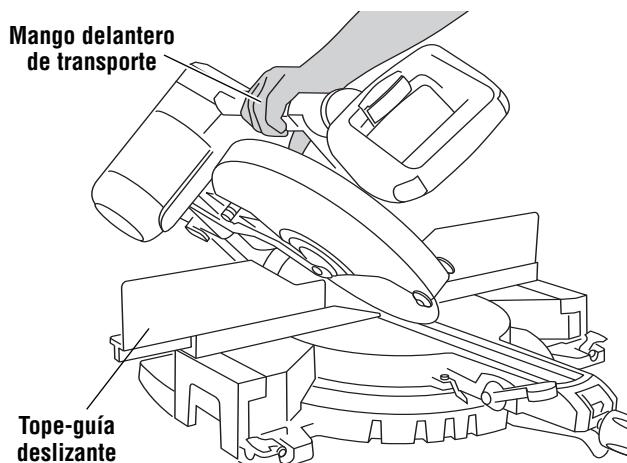

Figura 2.
- a. Extienda el tope-guía deslizante izquierdo para que sobresalga del ensamblaje de la sierra y fíjelo de nuevo (Figura 2).
- a. Extienda el tope-guía deslizante derecho para que sobresalga del ensamblaje de la sierra y fíjelo de nuevo (Figura 2).
- c. Sitúese en el lado derecho de la sierra, agarre el mango delantero de transporte con la mano derecha e incline el cabezal de la sierra ligeramente hacia la izquierda, a la vez que gira la perilla selectora de intervalo de biseles con la mano izquierda hasta "0-45° a la derecha" (Figura 2).
- a. Mueva el tope-guía deslizante izquierdo o derecho para que sobresalga del ensamblaje de la sierra y fíjelo de nuevo (Figura 2).
- c. Sítuese en el lado derecho de la sierra, agarre el mango delantero de transporte con la mano derecha e incline el cabezal de la sierra ligeramente hacia la izquierda, a la vez que gira la perilla selectora de intervalo de biseles con la mano izquierda hasta el "intervalo máximo" (Figura 2).